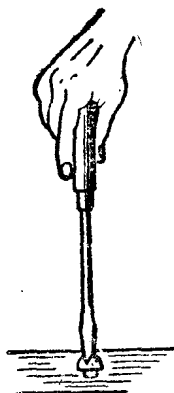

图1-2 起子的运用
(4)使用时，以右手持起子，手心抵住柄端使起子口与螺钉槽口垂直吻合（如图1-2），并先用力压紧起子，然后扭动。当使用较长起子时，可用右手压紧和扭动手柄，左手握起子柄中间，使它不致滑脱，以保证操作安全。